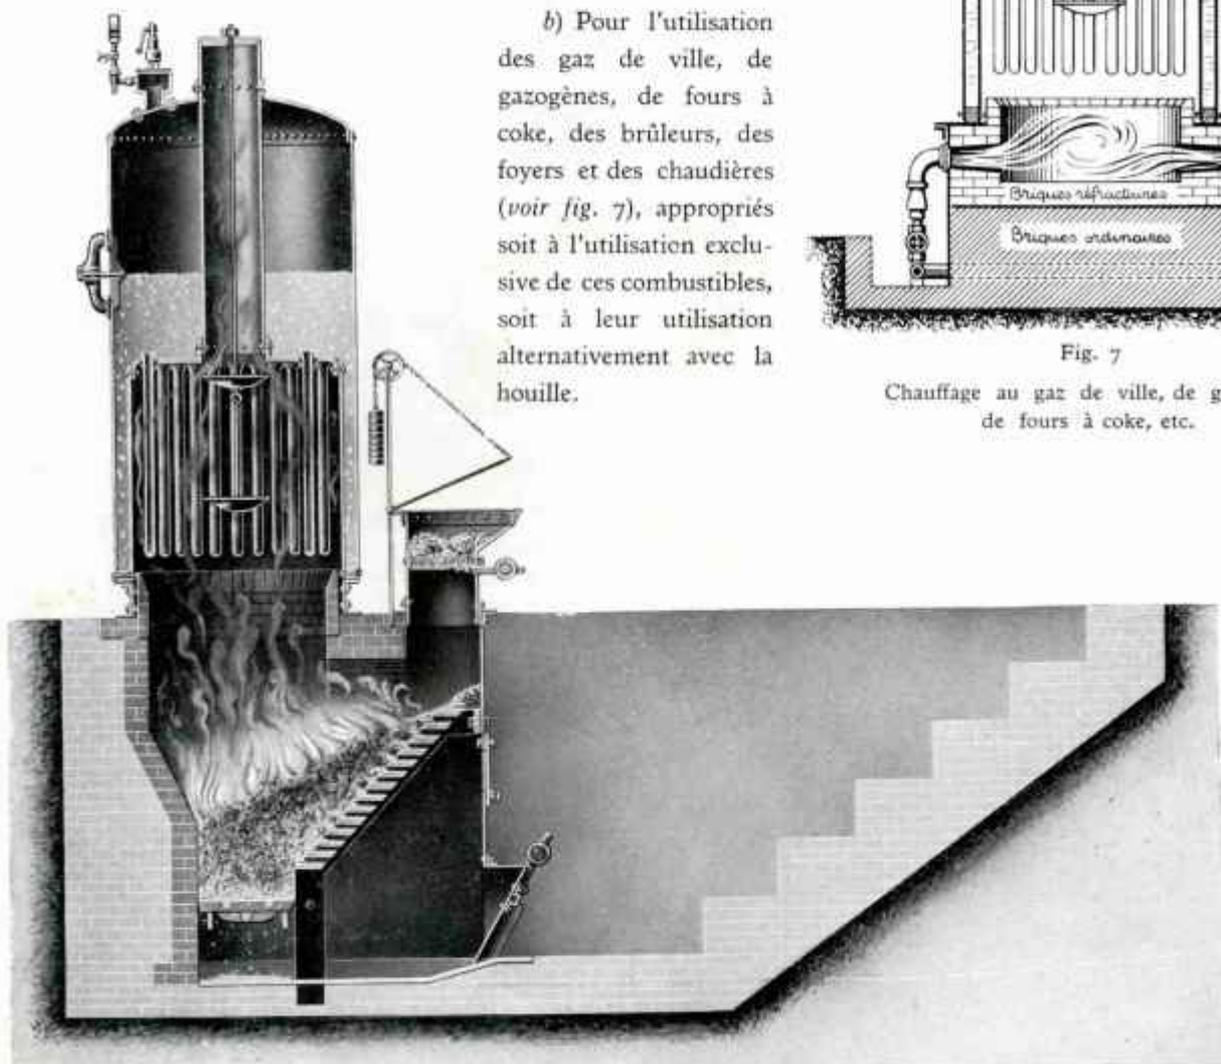

Fig. 5
a) Pour les sciures, déchets de scierie, fibres de bois, tannées, etc., etc., des grilles à gradins (voir fig. 5).